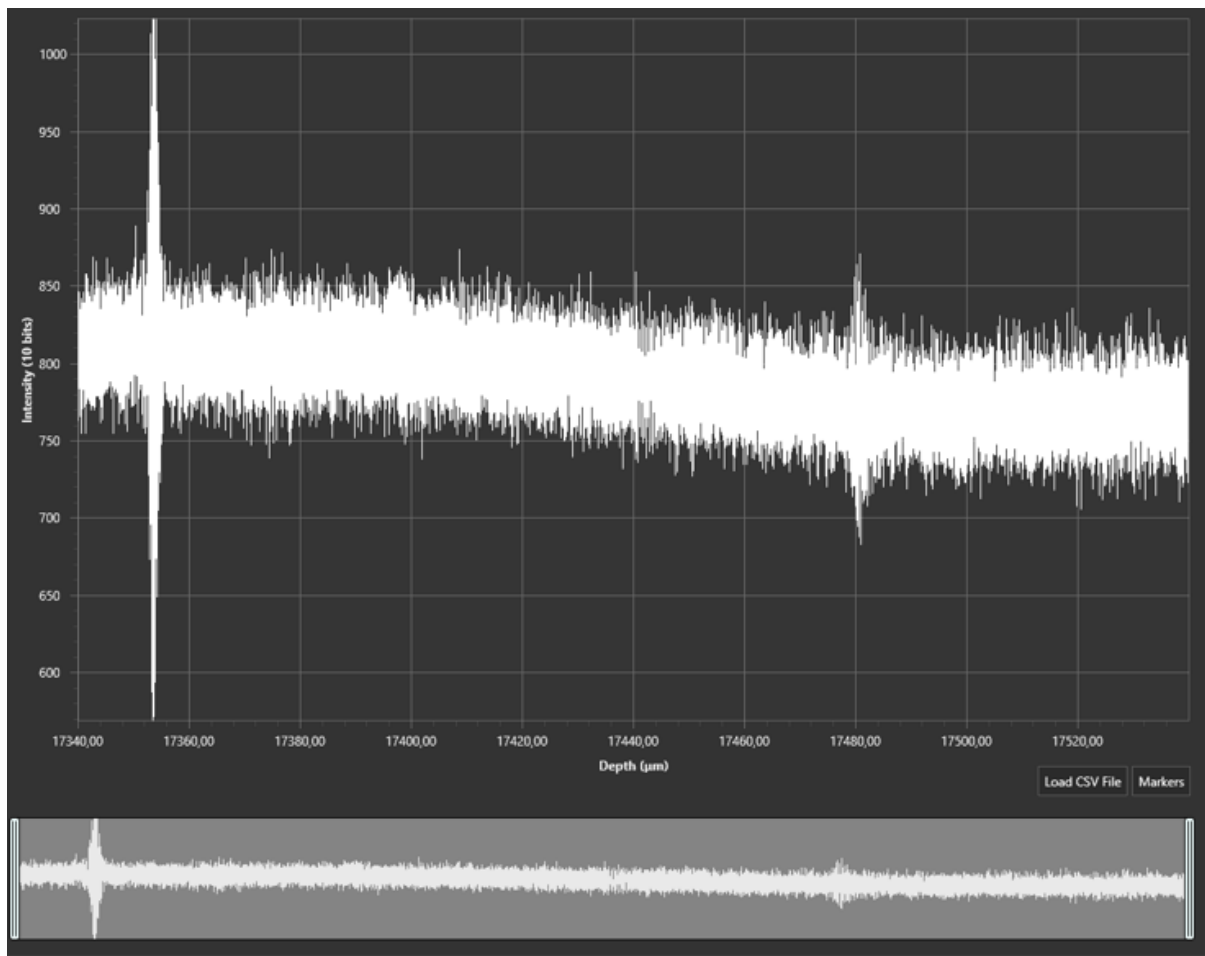

Abb. 10: Ausschnitt des Interferogramm-Fensters
- Überprüfen Sie, sobald Sie nicht mehr den Laser verwenden, dass das Intensitätsprofil (siehe Abbildung 10) bei etwa 500 ist. Verändern Sie gegebenenfalls die Leistung der Lampe, um dies zu erreichen.
- Im rechten Bild erhalten Sie das gesamte Interferogramm angezeigt, mit den weißen Balken in der unteren Leiste können Sie den Bereich variieren, welchen Sie im oberen, großen Bild sehen (S. Abb. 10).